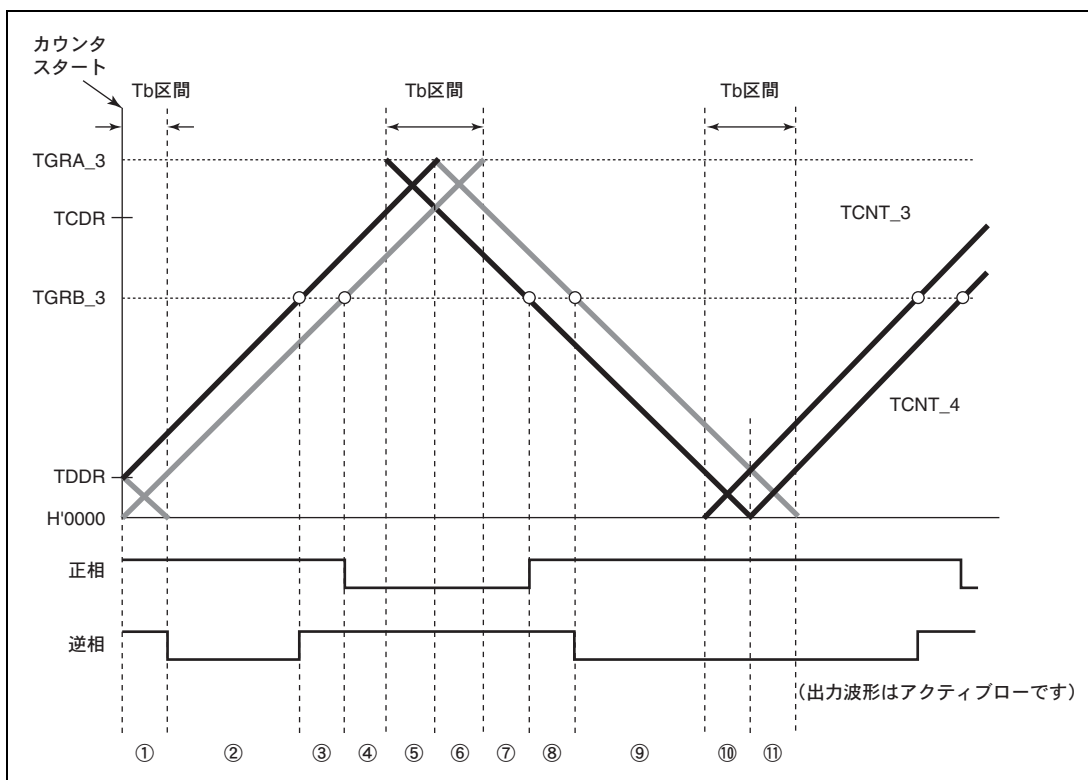

図 12.56 同期カウンタクリアタイミング
WRE ビットを 1 に設定することで初期出力を抑制することができるのは、同期クリアが図 12.56 の⑩、⑪のような谷の T_b 区間で入ってきたときのみです。それ以外のタイミングで同期クリアが起こった場合は、TOCR レジスタの OLS ビットで設定した初期値が出力されます。また、谷の T_b 区間であっても、図 12.56 の①で示すカウンタスタート直後の初期出力期間で同期クリアが起こった場合には、初期出力の抑止は行いません。
(図 12.56 のタイミング③、本モジュールの TWCR レジスタの WRE ビット=1)
(図 12.56 のタイミング⑥、本モジュールの TWCR レジスタの WRE ビット=1)
(図 12.56 のタイミング⑧、TWCR レジスタの WRE ビット=1)
(図 12.56 のタイミング⑩、TWCR レジスタの WRE ビット=1)